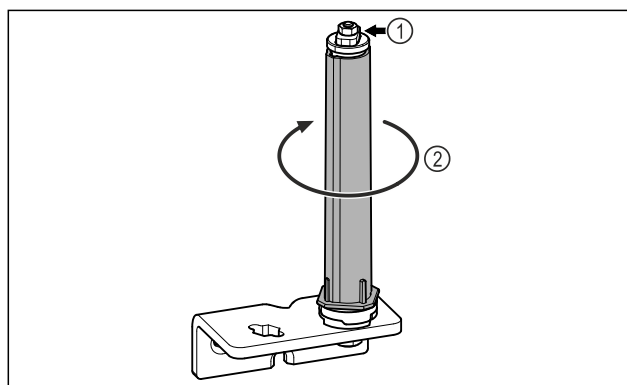

Fig. 18
- Ne razstavite sistema za zaklepanje vrat Fig. 18 (1).
- Obračajte zaporni sistem Fig. 18 (2), dokler ne klikne.